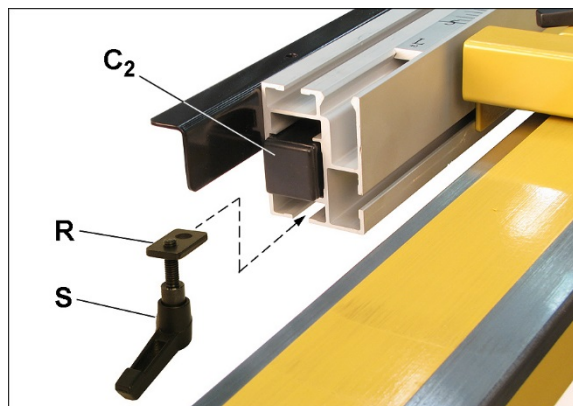

Рисунок 7-22
5. Вставьте T-образную гайку с фиксирующей рукояткой (R/S, рисунок 7-22) в нижний паз направляющей настройки угла. Затяните фиксирующую рукоятку, чтобы зафиксировать толкатель стола (C₂).